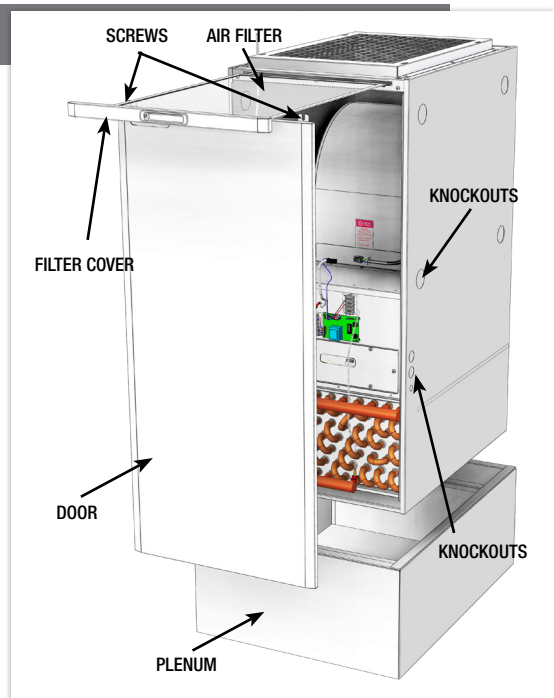

FIGURE 2. DOWNFLOW CONFIGURATION
7.3 DOWNFLOW INSTALLATION *See Figure 2*